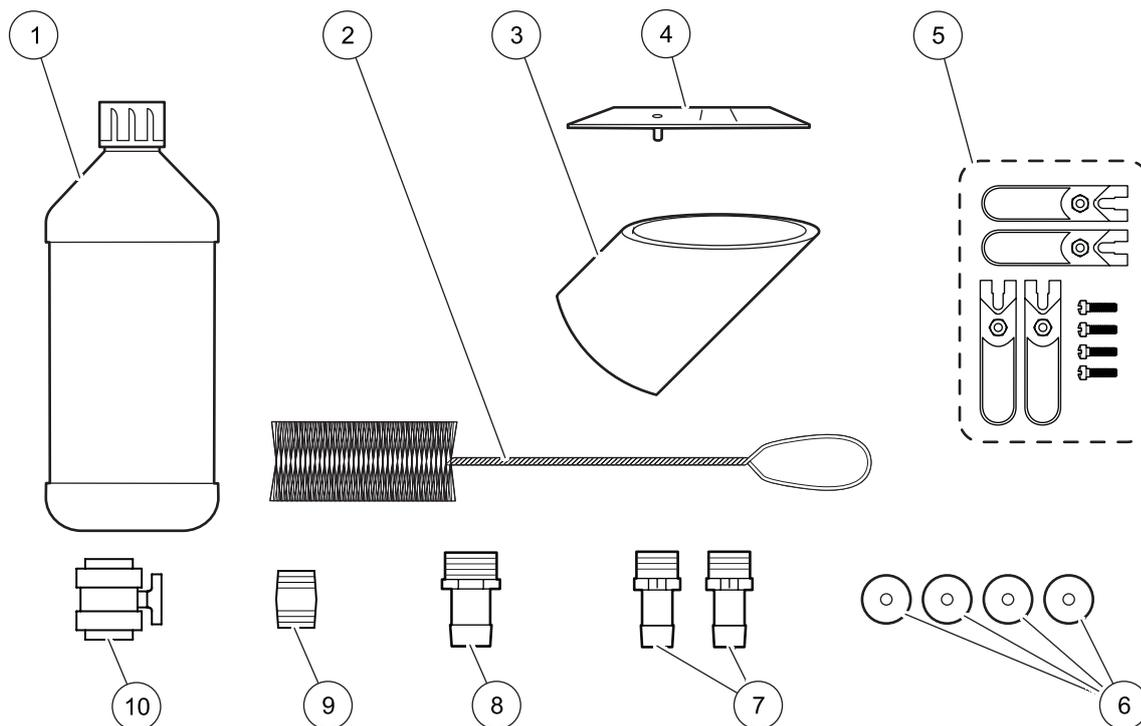

Figura 7 Ítems del juego de instalación¹
- Ítems del juego de instalación (Figura 7)